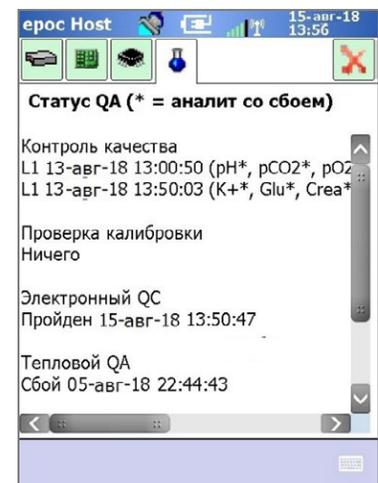

Рис. 45.
- c. Откройте четвертую вкладку (рис. 45), чтобы просмотреть текущий статус QA устройства Reader.